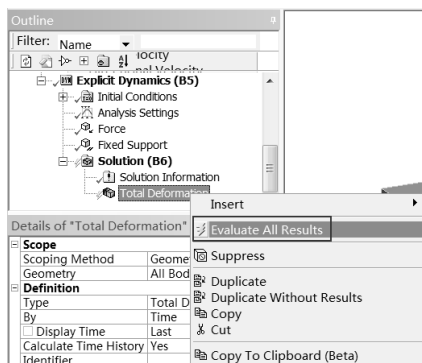

图 11-30 后处理 (1)
Step3：在 Outline（分析树）中的 Solution（B6）选项上右击，在弹出的快捷菜单中选择 Evaluate All Results 命令，如图 11-30 所示，此时会弹出进度显示条，表示正在求解，当求解完成后进度条自动消失。